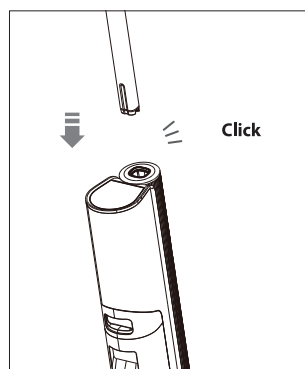

Fig. 4 – Monter la poignée
- ▶ Poussez la poignée jusqu'en butée dans le corps de l'appareil jusqu'à ce qu'elle s'enclenche de manière audible. La poignée doit être bien fixée dans l'appareil (voir Fig. 4).